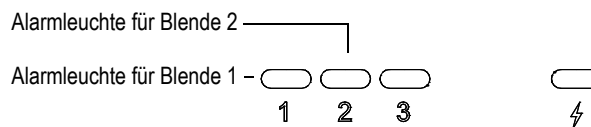

Abbildung 2-12 Alarmleuchten für Blende 1 und Blende 2
- Eine der zwei Alarmleuchten (LEDs) auf dem vorderen Bedienfeld des EPOCH 600 leuchtet auf (siehe Abbildung 2-12 auf Seite 49)